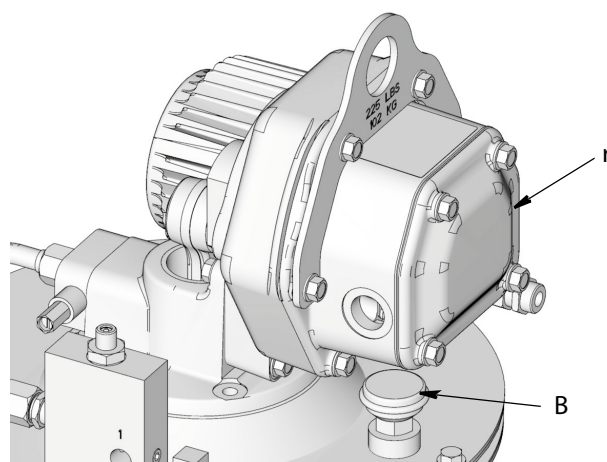

Рис. 12
**ПРИМЕЧАНИЕ.** Когда насос (A) установлен правильно, дыхательный клапан резервуара (B) находится ниже коробки управления (r) (см. Рис. 12).